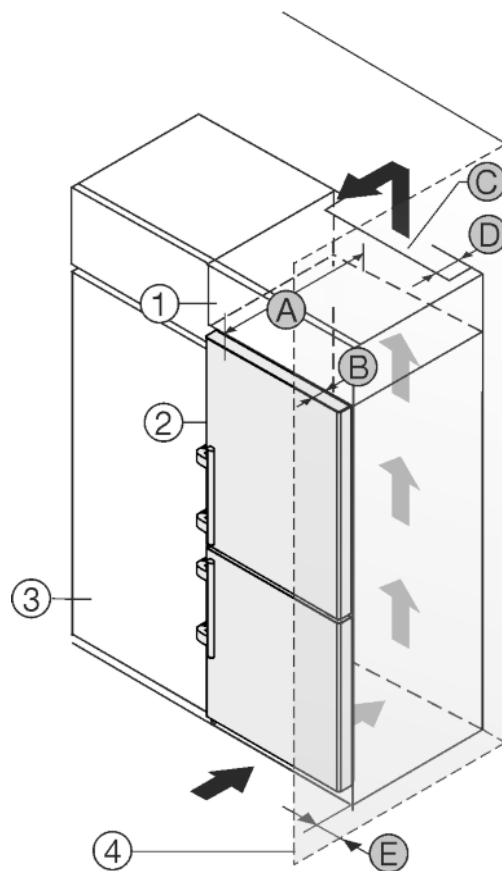

Fig. 51
Aparatul poate fi refăcut cu dulapuri de bucătărie. Pentru a aduce aparatul Fig. 51 (2) la același nivel cu mobilierul de bucătărie, se poate monta deasupra aparatului un dulap suspendat Fig. 51 (1).
Aparatul poate fi amplasat direct lângă dulapul de bucătărie Fig. 51 (3). Pentru a putea deschide complet ușa, aparatul trebuie să fie proeminent cu cel puțin grosimea Fig. 51 (B) față de suprafața frontală a dulapului de bucătărie. În funcție de grosimea dulapurilor de bucătărie și de utilizarea distanțierelor de perete, aparatul poate ieși mai mult în afară.
- În partea din spate a dulapului suspendat trebuie să existe o fantă de aerisire cu grosimea Fig. 51 (D) pe toată lățimea dulapului suspendat.
- Sub plafonul incintei trebuie să fie păstrată o secțiune de ventilare Fig. 51 (C).
Atunci când aparatul este montat cu balamalele lângă un perete Fig. 51 (4), trebuie să fie păstrată distanța Fig. 51 (E) între aparat și perete. Această valoare corespunde proeminenței mânerului cu ușa deschisă.